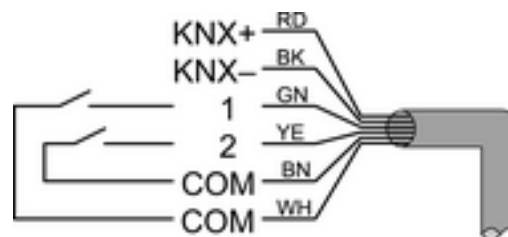

Bild 3
- Ggf. potentialfreie Kontakte an Eingänge anschließen (Bild 3).